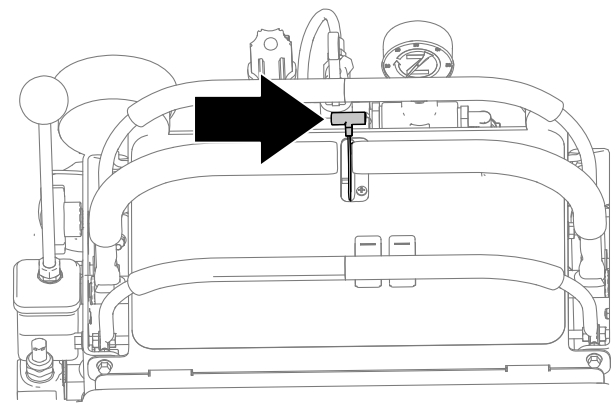

Figure 15
2. Déplacez la commande d'accélérateur à mi-course à partir de la position BAS RÉGIME (Figure 15).